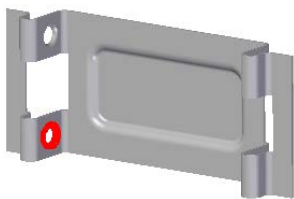

图 8.11.24 镜像特征 2
(4) 单击命令条中的  按钮，完成特征的创建。
Step12. 创建图 8.11.24 所示的镜像特征 2。
- (1) 选取要镜像的特征。选取上一步所创建的特征为镜像源。
- (2) 选择命令。单击“主页”功能选项卡“阵列”工具栏中的  镜像按钮。
- (3) 定义镜像平面。选取俯视图 (XY) 平面为镜像平面。
- (4) 单击  按钮，完成特征的创建。